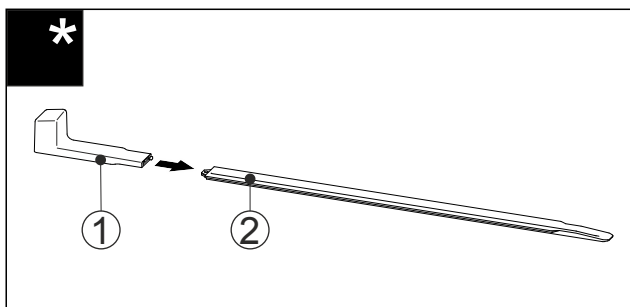

Fig. 59
- Nataknite montažnu ručku Fig. 59 (1) na tračnicu za niveliranje Fig. 59 (2).